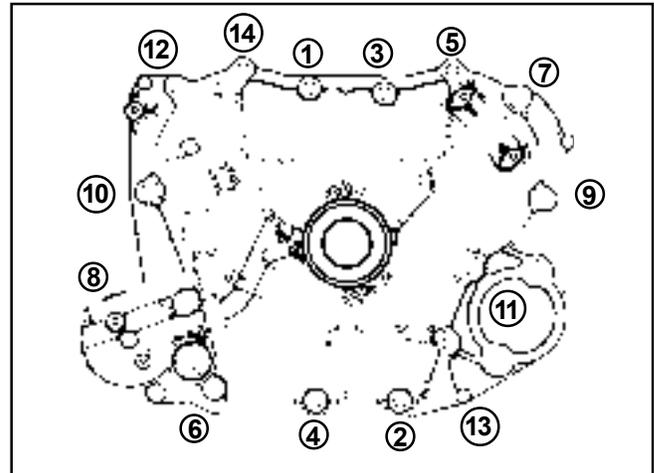

Figure 10-31. Séquence de serrage des fixations de la plaque de fermeture.
5. Serrer les fixations de la plaque de fermeture au couple de **24,5 Nm (216 in. lb.)** selon la séquence montrée dans la Figure 10-31.